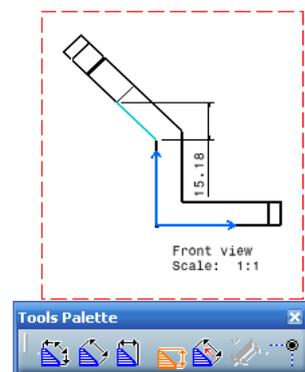

Ilustración 663: Force vertical dimension in view.
- *Force vertical dimension in view:* La dimensión lineal tendrá orientación vertical, independientemente de la del elemento seleccionado a acotar (ver Ilustración 663).